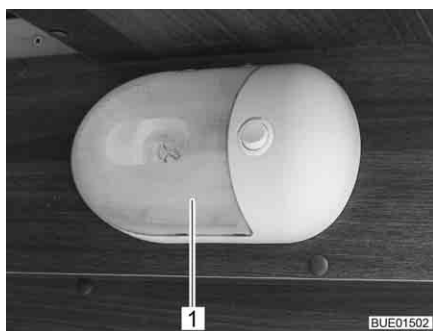

Fig. 276 Luminaire apparent
- Presser le couvercle transparent (Fig. 276,1) avec précaution des deux côtés, l'éloigner légèrement du commutateur et le retirer par l'avant.